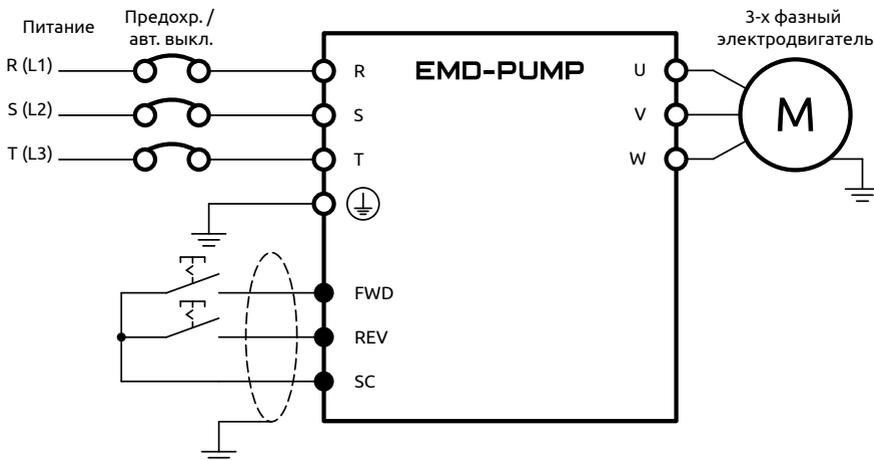

Рисунок 41 - Применение дискретных входов для пуска и останова ПЧ (контакты с фиксацией)
1) Двухпроводная схема подключения. Используются контакты с фиксацией (см. рисунок 41)